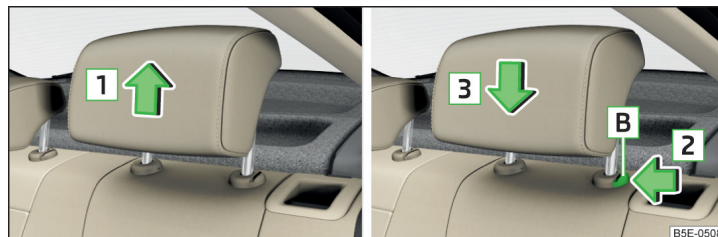

Fig. 74 Reposacabezas trasero: mover hacia arriba / hacia abajo
- Tomar el reposacabezas y desplazarlo **hacia arriba** en sentido de la flecha **1** » fig. 74.